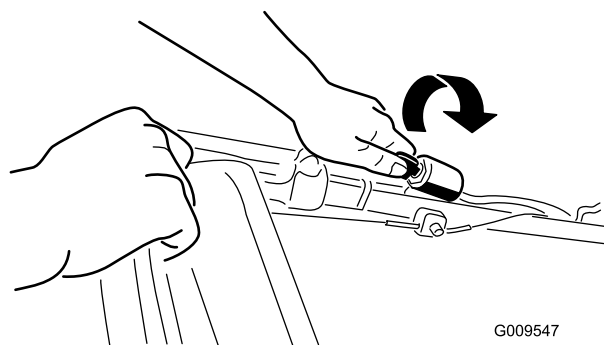

**Figure 10**
1. Maintenez la barre de commande de la lame contre le guidon (Figure 10).